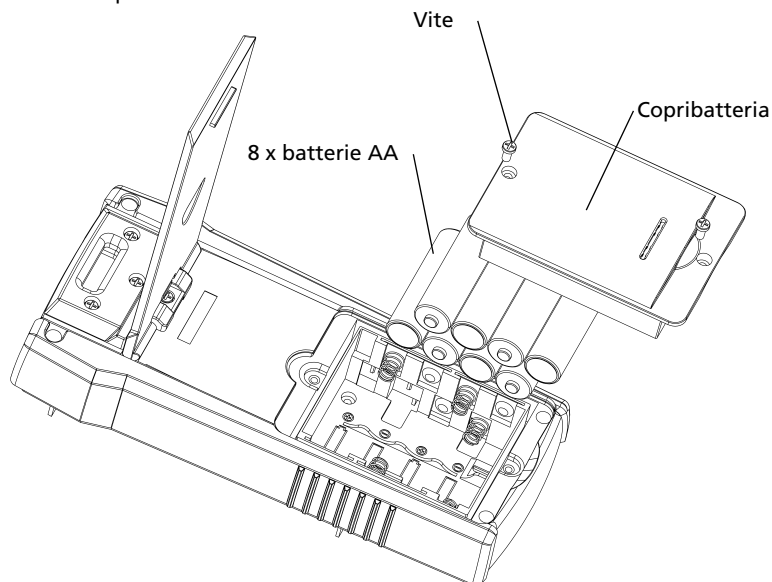

Figura 5.1a: Sostituzione delle batterie del trasmettitore
3. Rimuovere il coperchio del vano batterie (Figura 5.1a).